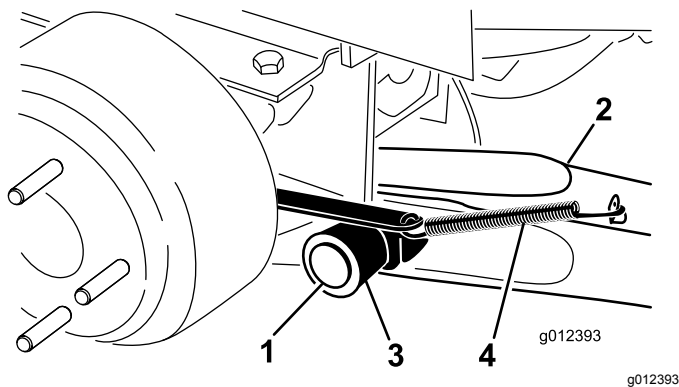

Bild 4
Schwenkhalterung (Bild 4). Montieren Sie den Hubarm so, dass die Biegung nach außen zeigt.
- Haken Sie die Bremsrücklauffeder in die Nase am Hubarm ein (Bild 4).